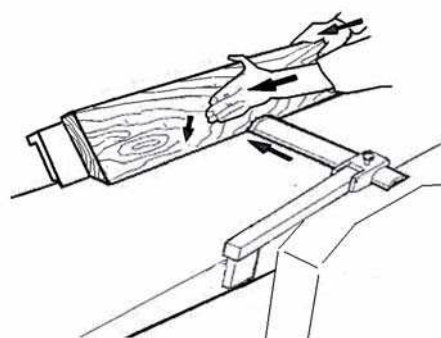

Рис. 13
- Настроить ограждение режущего блока на ширину обрабатываемой детали (Рис. 13).